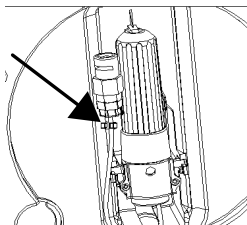

Abb.9
1. Setzen Sie den CO₂-Verbindungsschlauch neben die CO₂-Patronenhalterung. Beide Komponenten werden für Heineken-Fässer nicht benötigt (Abb. 9).